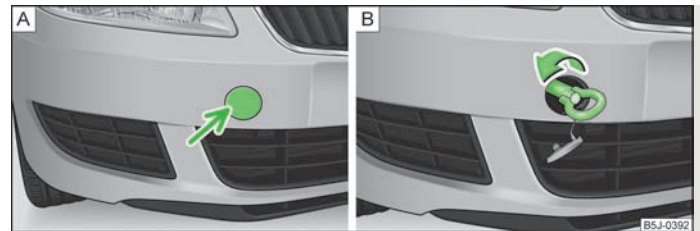

Abb. 140 Vorderer Stoßfänger: Abdeckkappe / Einbau der Abschleppöse
- Auf die linke Hälfte der Abdeckkappe im Pfeilbereich drücken » Abb. 140 - A.
- Die Abschleppöse von Hand nach links bis zum Anschlag einschrauben » Abb. 140 - B. Für das Festziehen empfehlen wir, z. B. den Radschlüssel, die Abschleppöse eines anderen Fahrzeugs oder einen ähnlichen Gegenstand zu verwenden, der durch die Öse gesteckt werden kann.